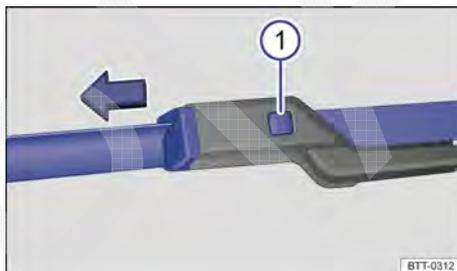

Fig. 201 Substituir as palhetas dos limpadores do para-brisa.
- Manter o botão de destravamento → Fig. 201 ① pressionado e, ao mesmo tempo, puxar a palheta dos limpadores do para-brisa para fora, no sentido da seta.